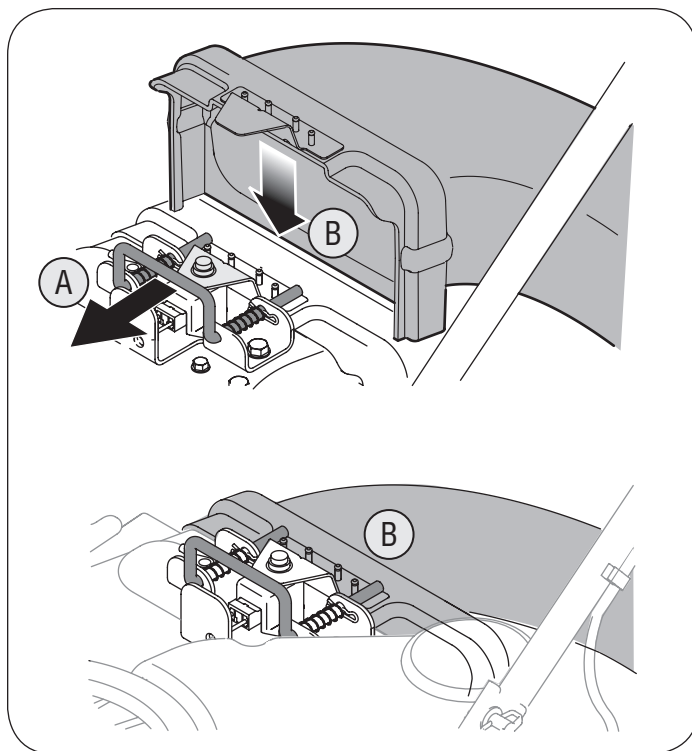

Figura 8
- a. Tome el canal de soplado con una mano y deslice la varilla de seguridad del soporte de montaje hacia el motor con la otra mano. Use el extremo del soporte de montaje como palanca cuando deslice la varilla de seguridad. Vea la figura 8.